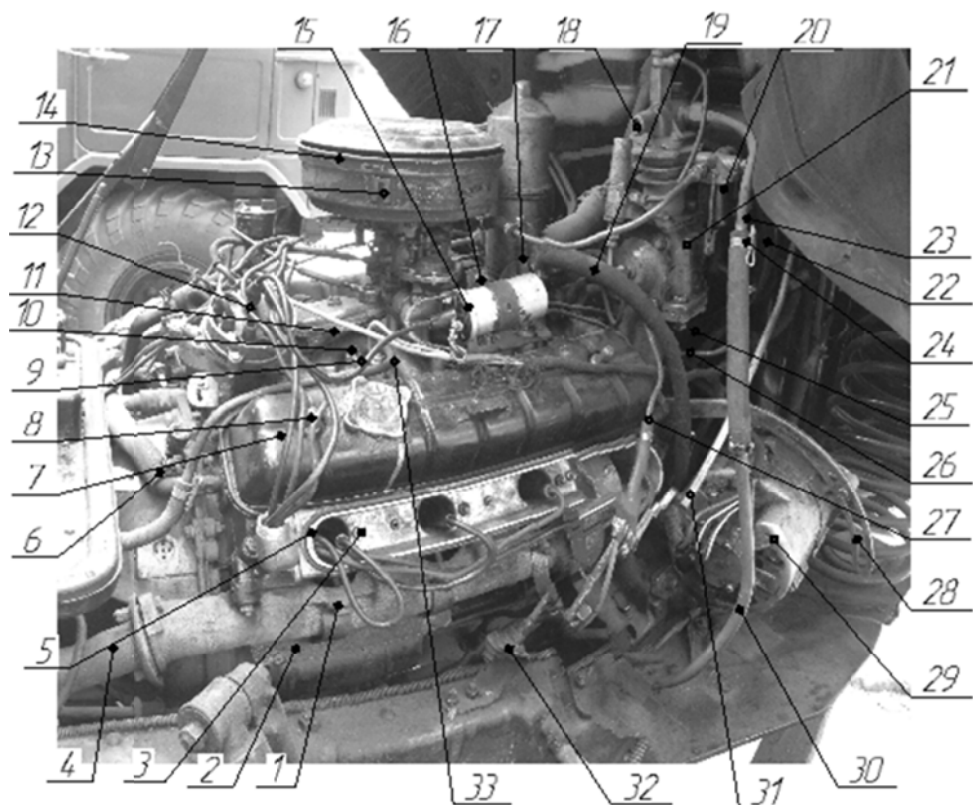

Рис. 2.9. Двигатель (вид справа):
27. Отвернуть гайку, снять шайбы, прокладку и втулку с правой тяги 31 (рис. 2.9) крепления радиатора, вывести тягу из отверстия кронштейна 32 крепления тяги радиатора и, надев на тягу втулку, прокладку, плоскую и пружинную шайбы, навернуть гайку	Ключ 14 × 17
29. Ослабить хомут и снять впускной шланг 19 (рис. 2.9) радиатора отопителя с запорного крана 17	Отвертка Б150 × 0,5
38. Отвернуть соединительную гайку и вытащить вилку провода из штепсельного разъема «ВК-Б» катушки 15 (рис. 2.9) зажигания	Плоскогубцы комбинированные 150
58. Ослабить болт и гайку крепления установочной планки 28 (рис. 2.9) генератора к головке блока, придвинуть генератор 29 к двигателю и снять ремень привода вентилятора со шкивов	Ключи 10 × 12, 17 × 19
75. Подсоединить наконечник провода к датчику 10 (рис. 2.9) указателя температуры воды и вернуть винт с пружинной и специальной шайбами	Отвертка Б150 × 0,5
82. Надеть ремень привода вентилятора на шкивы, натянуть ремень передвижением генератора 29 (рис. 2.9) и затянуть болт и гайку крепления установочной планки 28 к генератору и головке блока, проверить и при необходимости отрегулировать натяжение ремней 10 (рис. 2.5) привода насоса гидроусилителя руля	Ключи 12 × 14, 17 × 19, линейка 300
83. Вставить в гнезда штепсельных разъемов генератора 29 (рис. 2.9) вилки проводов, навернуть накладки гайки и зашплинтовать	Плоскогубцы комбинированные 150
90. Отвернуть гайку, снять с правой тяги 31 (рис. 2.9) крепления радиатора шайбы, прокладку, втулку, установить тягу в отверстие кронштейна 32 крепления тяги радиатора, надеть на тягу втулку, прокладку, плоскую и пружинную шайбы и навернуть гайку	Ключ 14 × 17